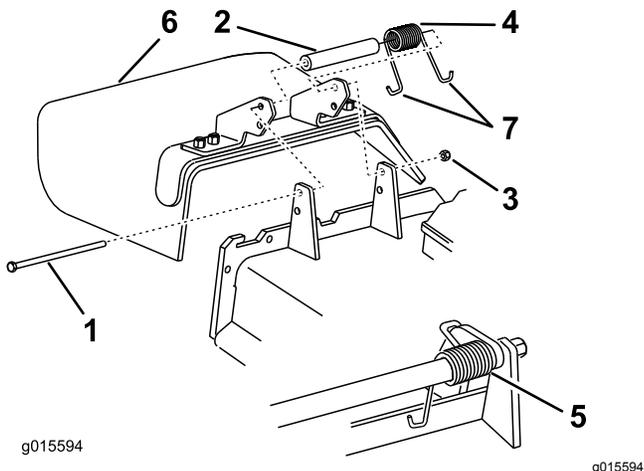

Bild 122
1. Entfernen Sie die Sicherungsmutter, Schraube, Feder und das Distanzstück, mit denen das Ablenkblech an den Schwenkhalterungen befestigt ist (Bild 122).
- Entfernen Sie defekte oder abgenutzte Ablenkmale (Bild 122).
Hinweis: Achten Sie darauf, dass ein J-Hakenende der Feder hinter der Mähwerkkannte befestigt ist, bevor Sie die Schraube einsetzen, wie in Bild 122 abgebildet.
- Führen Sie ein J-Hakenende der Feder um das Ablenklech (Bild 122).